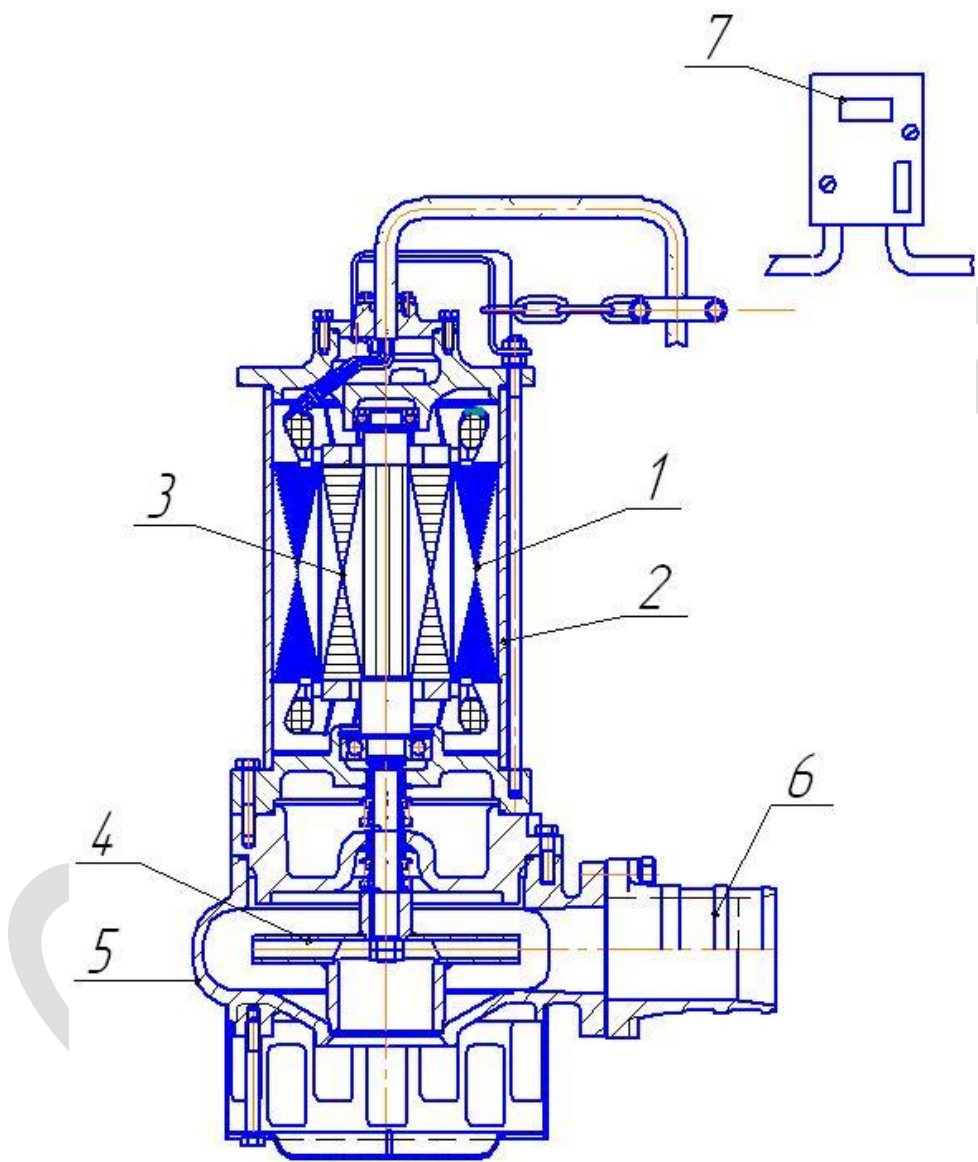

Рис.1
4. УСТРОЙСТВО И ПРИНЦИП РАБОТЫ (Рис.1)
Примечание. Подключение и эксплуатацию электронасоса производить с использованием автоматического выключателя типа ВА 101-3, либо аналогичных на ток 25А (приобретается отдельно) (рис.1 поз 7).
СТАТОР (рис. 1, поз.1) – прессованный активный пакет железа, заключенный в гильзу (поз.2).